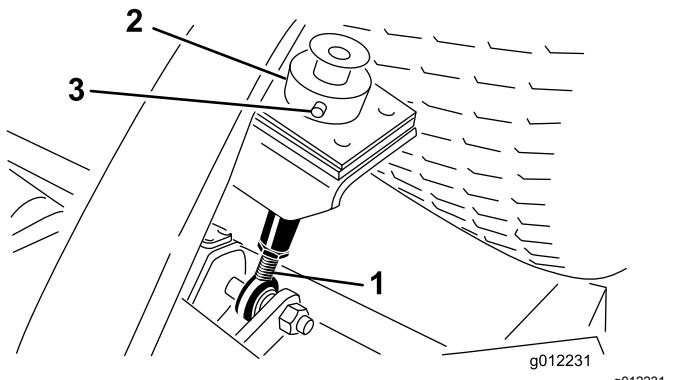

Bild 10
5. Nehmen Sie den Lastösenbolzen und den Splint ab, mit denen der Schnitthöhenstellring hinten am Mähwerk an der Schnitthöhenstange befestigt ist (Bild 10).